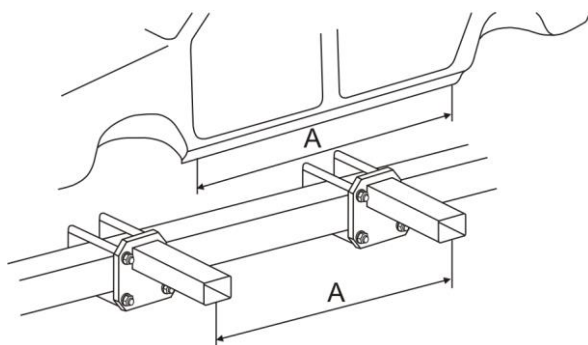

Рисунок 5
8.1. Закрепите кронштейны к раме, предварительно установив размер «А». (Размер «А» зависит от марки и модели автомобиля, конструкции порогов). Размер «А» можно установить различной величины по разным сторонам рамы, что позволяет править автомобиль с деформированными порогами. (Рисунок 5)